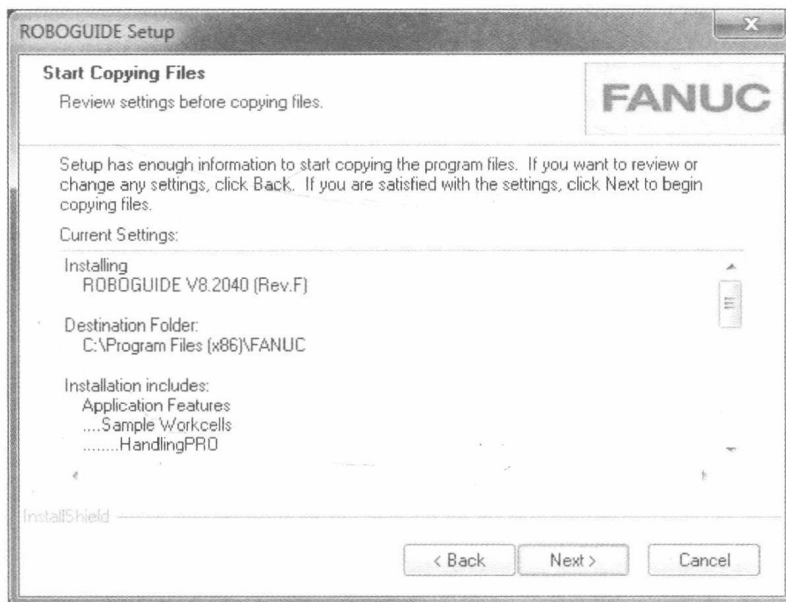

图 2-10
9) 显示“ROBOGUIDE设置（ROBOGUIDE Setup）的开始复制文件（Start Copying Files）”对话框。检查安装设置，然后单击“Next”按钮，如图2-10所示。